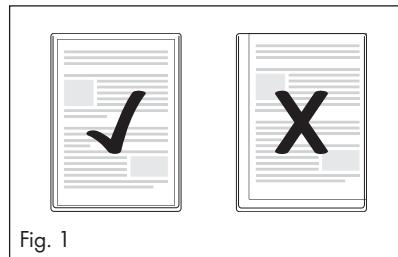

Fig. 1
- Veillez à ce que toutes les bordures du document aient au moins deux millimètres d'écart par rapport au bord de la pochette à plastifier, comme indiqué sur la fig. 1.